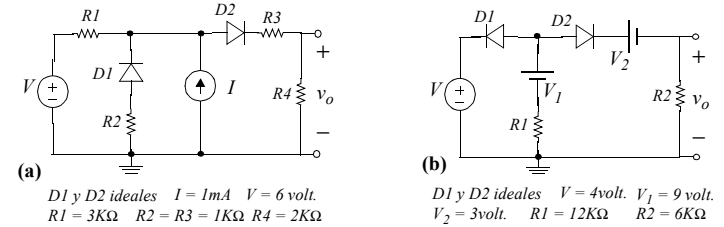

Figura 2
2.- Determinar la tensión de salida v_o , en los circuitos de la Figura 2. Considerar el modelo ideal para los diodos. Justificar la respuesta verificando el estado de los diodos.
- 3.- En los circuitos de la Figura 2, sustituir la fuente de tensión constante V_i por una fuente variable v_i , y determinar la curva de transferencia entrada-salida, v_o frente a v_i . Considerar un modelo ideal para los diodos. Justificar la respuesta verificando el estado de los diodos en cada caso.